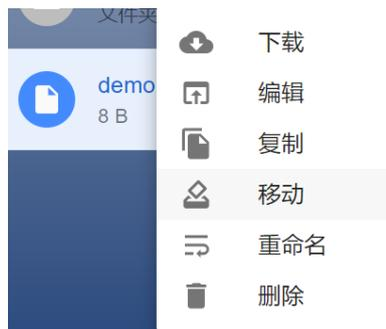

图 11-8：对文件的操作
3. 选择文件后，右击鼠标，可以下载，编辑，复制，移动，重命名，删除文件，如图 11-8 所示。